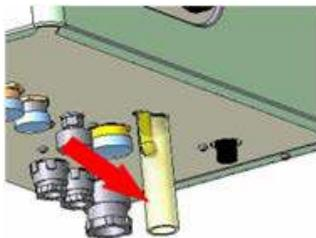

Рис.3 Патрубок предохранительного клапана
5.9. Патрубок предохранительного клапана (рис.3) необходимо соединить с канализационной системой. Завод-производитель не несет ответственность за убытки, вызванные срабатыванием предохранительного клапана при отсутствии смонтированного слива.